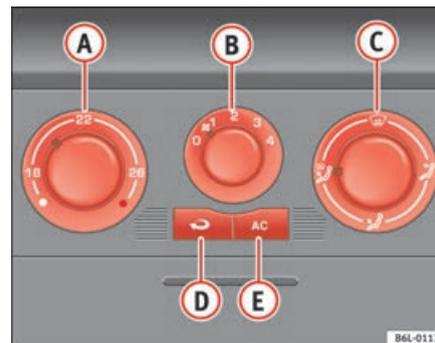

Fig. 95 Comandos do Ar Condicionado no painel de instrumentos
- Desligue o ar condicionado com a tecla ⇒ fig. 95  (apaga-se o indicador luminoso da tecla).
No modo de recirculação do ar ⇒ página 127, fig. 95  (lâmpada no botão acesa) evita-se a entrada de cheiros fortes no habitáculo, como os que são frequentes por exemplo na travessia de um túnel ou num engarrafamento.